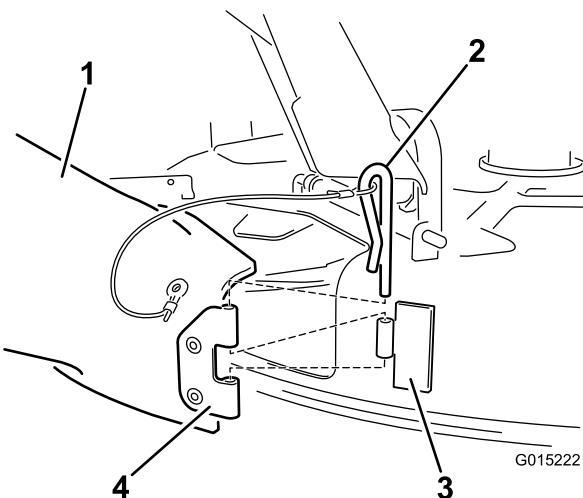

Bild 22
4. Den Auswurfkanal finden Sie in den lose mitgelieferten Teilen. Flüchten Sie die Löcher im Scharnier am Auswurfkanal mit dem Scharnier am Mähwerk aus (Bild 22). Befestigen Sie den Auswurfkanal mit dem Splint an der Verbindungsleine, die mit dem Auswurfkanal verbunden ist.